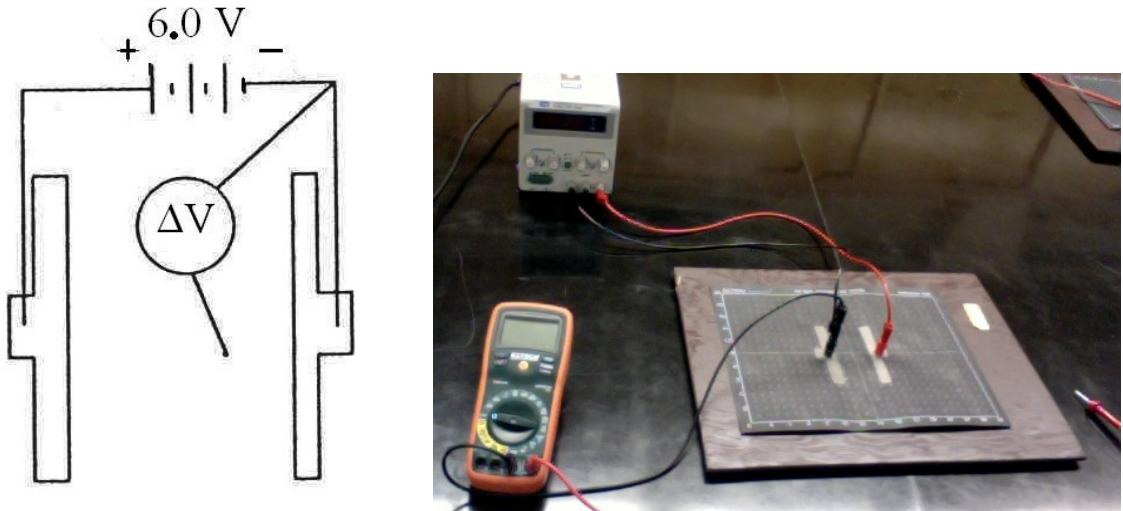

Figure 2. Schéma du montage (à gauche) et photo (à droite)
À la figure 2 de la partie analyse *Potentiel électrique et champ*, imaginez qu'un électron au repos soit placé sur la borne négative. Le 6.0 V signifie que la borne + a un potentiel supérieur à la borne – de 6.0 V.
1. Montez l'appareil de la Figure 2. Dans le schéma, le symbole  $\Delta V$  représente le multimètre digital.
4. Une des sondes du multimètre digital restera fixe (sonde noire de la Figure 2 à droite) tandis que l'autre sera déplacée sur la feuille (sonde rouge de la Figure 2 à droite).